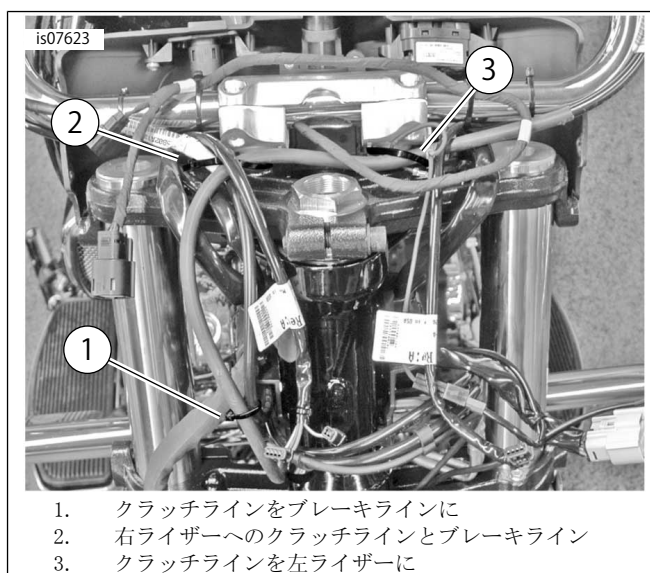

図1. クラッチラインとブレーキフルードライン、フェアリング装備モデル(わかりやすくするためにフェアリングを取り外してあります)
4. フェアリング装備モデル：「図1」を参照してください。クラッチフルードラインをブレーキラインとハンドルバークランプに固定しているケーブルストラップを取り外します。
2. フェアリング装備モデル: 「図1」を参照してください。クラッチフルードラインをインナーフェアリングからマスターシリンダーを格納する元の経路に通します。各ハンドルバーライザーへのラインとブレーキラインを新品のケーブルストラップ3本(別途購入)で緩く固定します。
9. フェアリング装備モデル: 「図1」を参照してください。新品のケーブルストラップ3本を使用して、クラッチフルードラインをハンドルパークランプとブレーキラインに固定します。FLRTモデル: 「図6」を参照してください。ケーブルストラップをボータイブラケットの小さなスロットに通してフレームチューブとクラッチラインの周りに取り付けます。Softailモデル: 「図8」を参照してください。(必要に応じて)ABSの前とフレームチューブの右側の下の取り回しを調整します。取り外し時の記録に従って固定します。